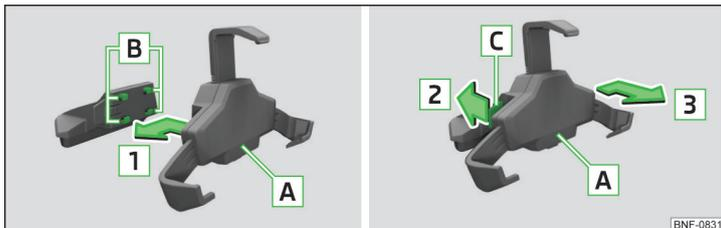

Fig. 75 Colocar el soporte en el adaptador / Retirar el soporte del adaptador
- Para **fijar el soporte en el adaptador**, colocar el soporte **A** en la toma **B** en el sentido de la flecha **1** hasta que enclave audible » fig. 75.